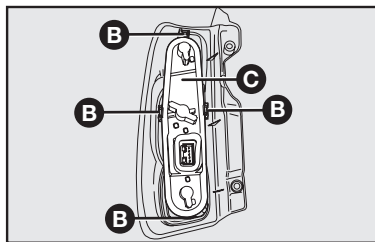

fig. 19
2) Quite el portalámparas **C-fig. 19**, actuando en las trabas **B-fig. 19**.